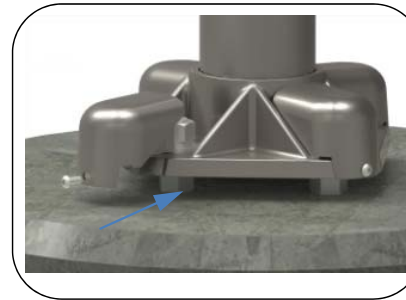
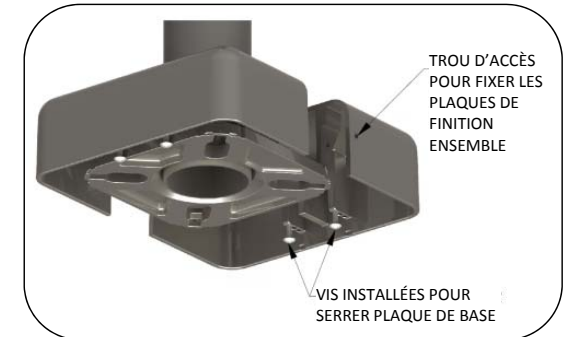

Fig. 9 – Installer les cache-écrou
Fig. 10 – Installer les plaques de finition
10. Installer les cache-écrou comme l'indique la Fig. 9 ou la plaque de finition comme l'indique la Fig. 10.